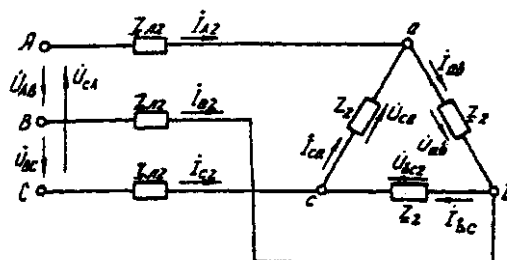
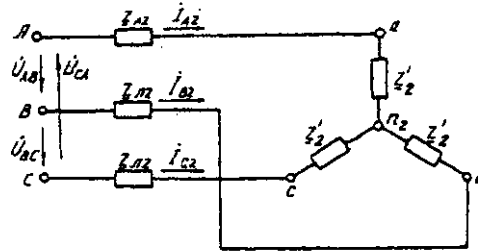

Рис. 4.2. Треугольник сопротивлений второго приемника
Рис. 4.4. Эквивалентная звезда второго приемника
2. Преобразуем треугольник сопротивлений a, b, c второго приемника (рис. 4.2) в эквивалентную звезду, Ом
Фазные токи эквивалентной звезды (рис. 4.4) равны линейным токам треугольника второго приемника (см. рис. 4.2).
Линейные напряжения эквивалентной звезды равны фазным напряжениям треугольника сопротивлений второго приемника (см. рис. 4.2). Фазные токи второго приемника, А: